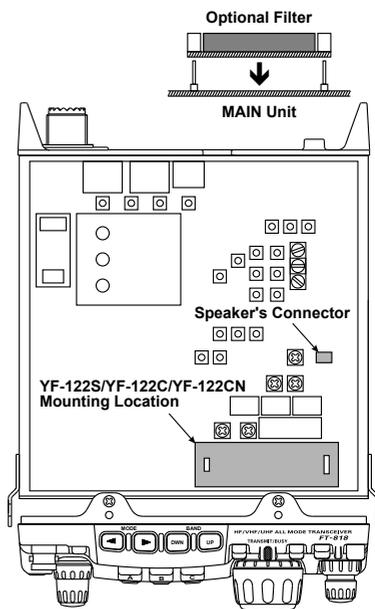

Figura 2
3. Riferirsi alla figura 2 e localizzate la zona sull'unità principale dove va montato il filtro opzionale. Inserirlo nella rispettiva sede premendo delicatamente a fondo dopo aver allineato i contatti dei connettori con quelli posti sul circuito stampato.